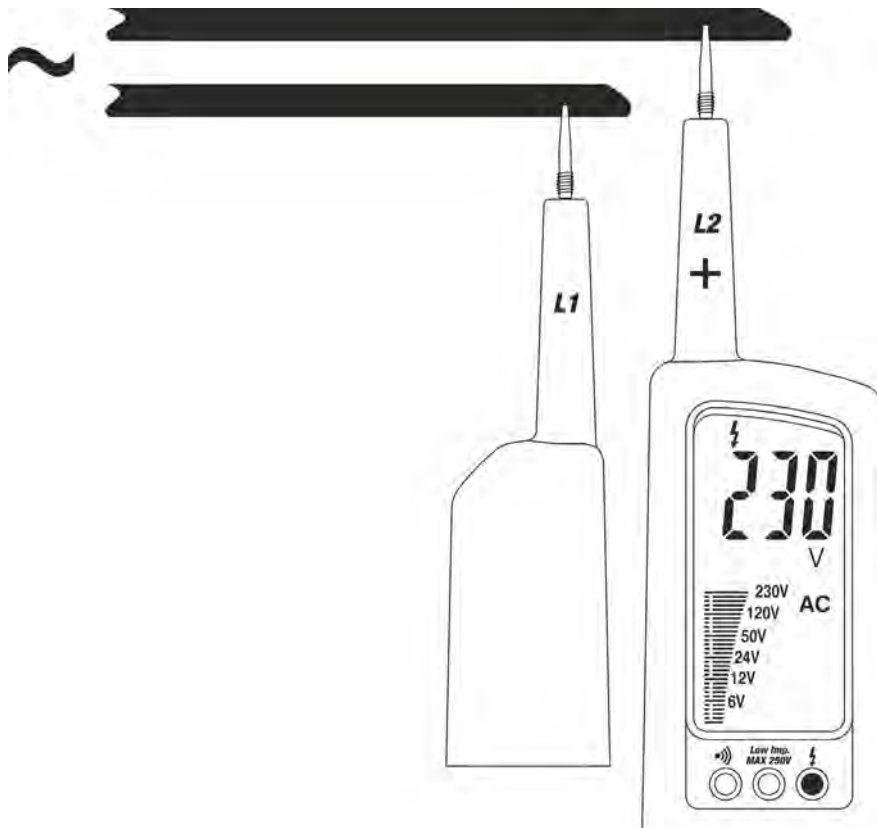

Fig. 3: Mesure de Tension CA
2. Connectez les sondes L1 et L2 à l'objet à tester (voir Fig. 3). La mesure est effectuée **uniquement lorsque les sondes sont en contact avec des conducteurs sous tension**